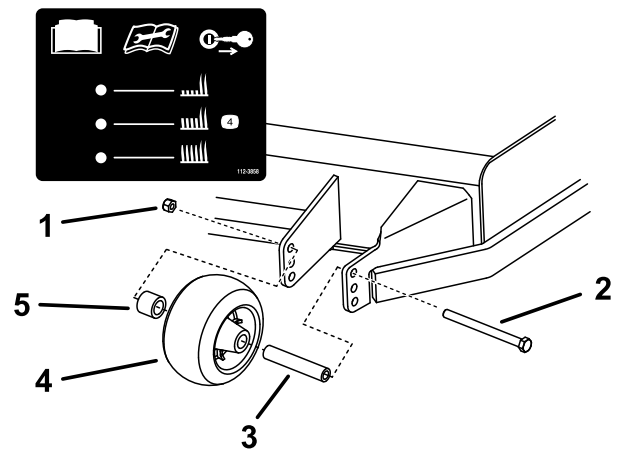
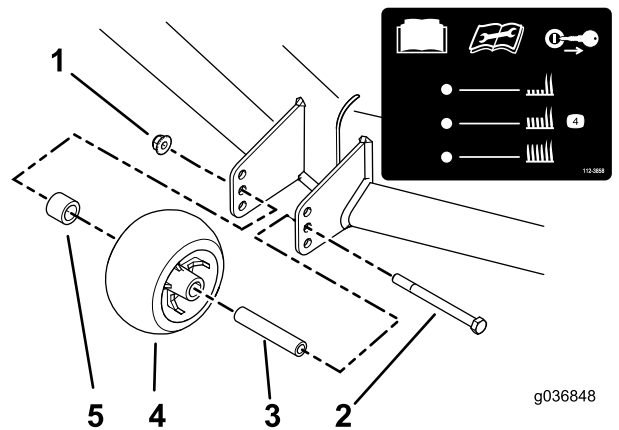

Figure 30
Figure 31
3. Réglez les galets anti-scalp comme montré à la Figure 30 et la Figure 31.